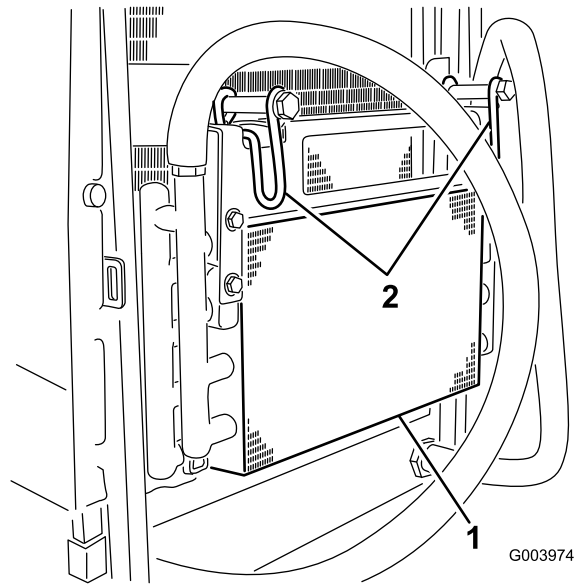

**Bild 72**
5. Drehen Sie die Riegel nach innen, um den Ölkühler zu lösen (Bild 72).